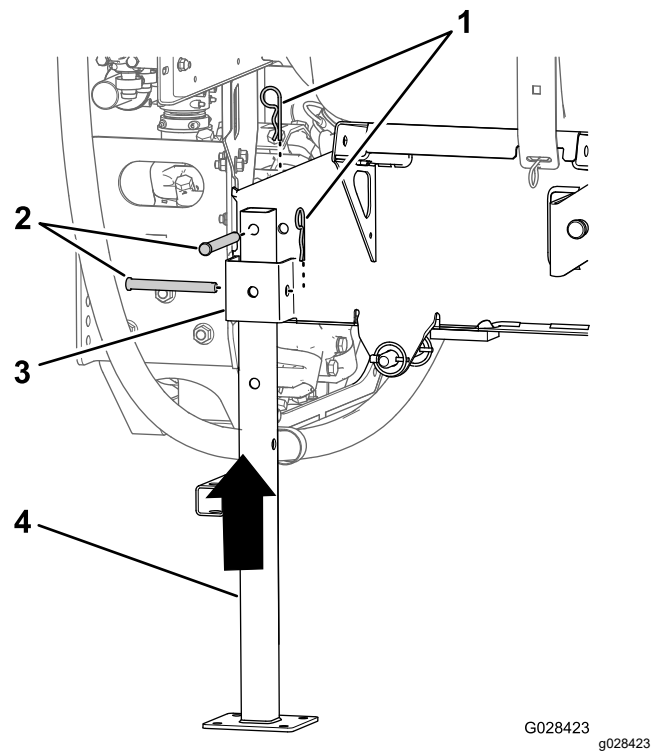

Figura 100
5. Aliniați suportul de cric posterior cu receptorul suportului de cric posterior (Figura 100).
6. Aliniați orificiul din partea de sus a suportului de cric cu orificiul din cadrul saniei rezervorului (Figura 100)
7. Fixați suportul de cric pe receptor și cadru cu 2 tifturi cu cap și gaură pentru cui spintecat ($\frac{1}{2} \times 4 \frac{1}{2}''$) și 2 tifturi în formă de agrafă ($\frac{5}{32} \times 2 \frac{5}{8}''$), aa cum este indicat în Figura 100.